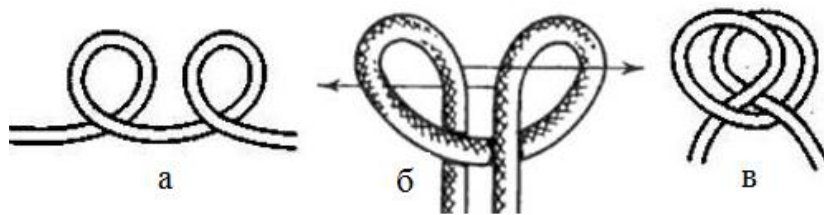

Рис. 13. Вузол стремено: а-в – етапи в'язання вузла
**Завдання 13.** Навчитися в'язати допоміжні вузли: Стремено (рис. 13).